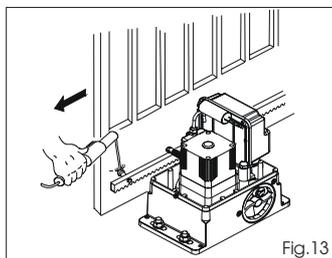

Fig. 13
- 3) Das erste Stück der Zahnstange waagrecht auf dem Ritzel ablegen und den Gewindesperrzahn auf dem Tor anschweißen, wie in Abb. 13 angegeben.